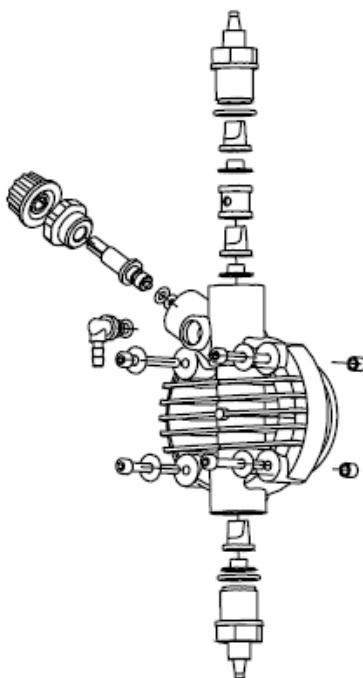

Рис. 12
- Концентрацию реагента в трубопроводе: снижение концентрации может быть вызвано износом клапанов, в случае чего их необходимо заменить (рис. 12) или засором фильтра, который необходимо промыть, как описано ниже в п. 3
### 6.1. Кнопки управления насосом (Рис. 12)
Очень редко потери жидкости могут быть вызваны повреждением мембраны или ее прокладок, в случае чего их необходимо заменить, открутив 4 винта на передней части головки (Рис. 12). При сборе головки насоса убедитесь, что винты закручены плотно.
а. Снимите клапана сброса и забора, прочистите их и установите обратно (Рис. 12). В случае коррозии клапанов проверьте соответствие материала используемому вами реагенту.